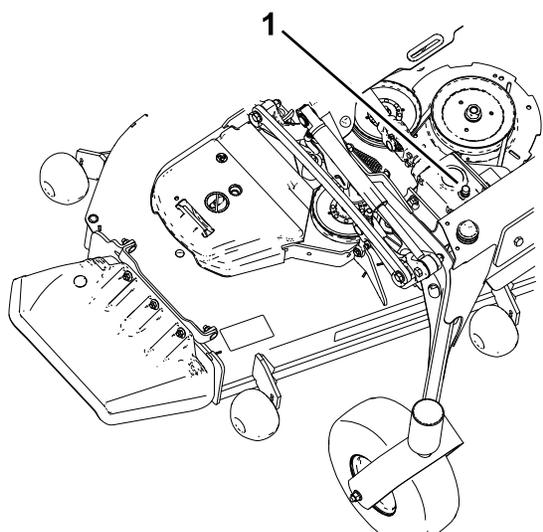

Рисунок 82
5. Извлеките щуп/снимите пробку заливной горловины в верхней части редуктора (Рисунок 82) и убедитесь, что уровень масла находится между отметками на щупе.